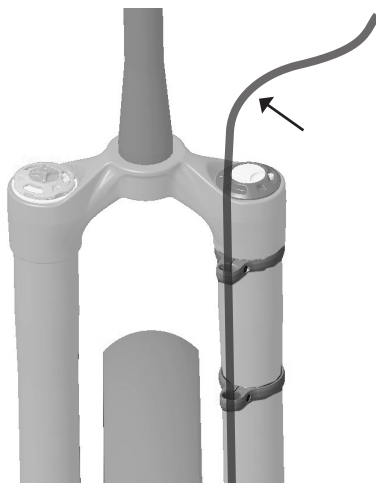
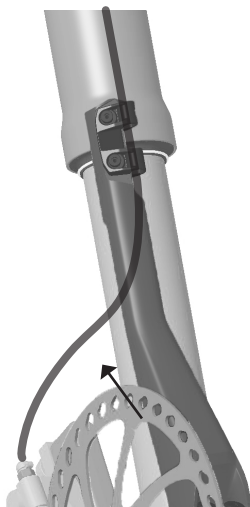

Abb. 16: Ausreichende Leitungslänge oberhalb der oberen Bremsleitungsführung
Abb. 17: Gesamtansicht der Bremsleitungsverlegung durch die Bremsleitungsführungen und in den Mast
5. Sicherstellen, dass die Länge der vorderen Bremsleitung oberhalb der oberen Bremsleitungsführung bis zum Bremshebel ausreichend ist (Abb. 16). Darauf achten, dass die Bremsleitung zwischen der Bremsleitungsklemme und dem Bremssattel einen gleichmäßigen Bogen macht (Abb. 17). Alle Bereiche der Bremsleitung müssen sich beim Einfedern der Gabel frei bewegen können.